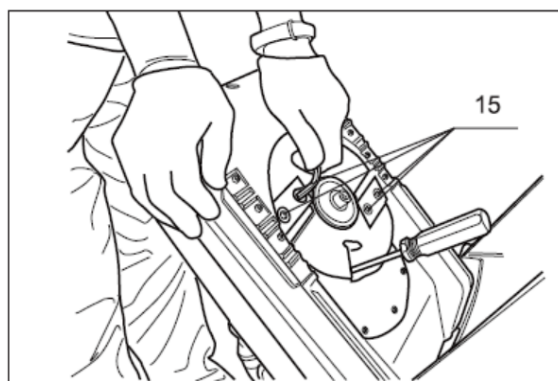

Fig. 9
6. Verrouillez le disque de coupe. par tournevis. Dévissez les deux boulons intérieurs à tête hexagonale (15) et notez la position de l'angle de coupe de la lame. (Fig.9)